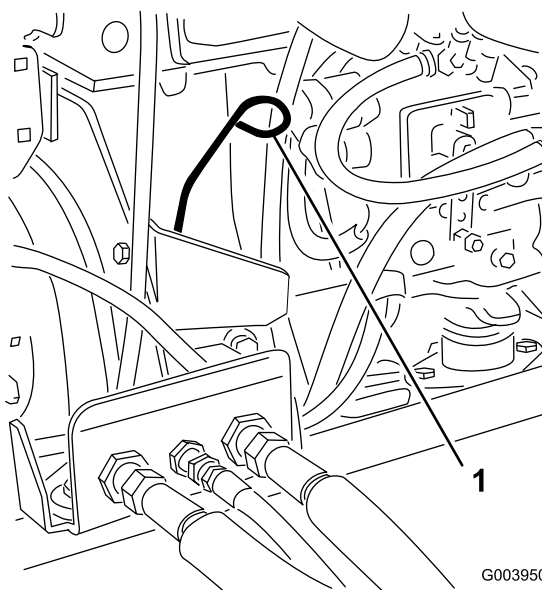

Figura 75
3. Retire la varilla, límpiela, y vuelva a colocarla (Figura 75).